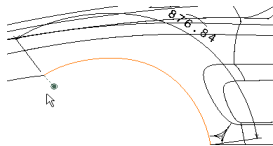

图 6-366
③ 右键单击尺寸，在弹出的快捷菜单中选择 **Partial Curvilinear Length**（部分曲线长度）命令。
④ 在曲线上或图纸空间中指定要标注尺寸的曲线部分的第一个端点（注意，指定的点不能超出曲线本身的端点），如图 6-366 所示。